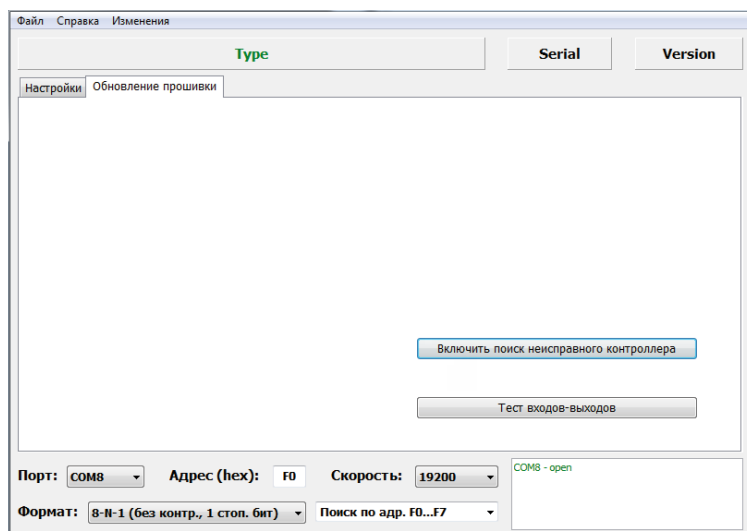

Рис.15. Поиск неисправного устройства.
- Перейдите на вкладку «Обновление прошивки» и нажмите кнопку «Включить поиск неисправного контроллера» (Рис.15). Кнопка отображается, только если к COM-порту подключено неисправное устройство или нет подключенных устройств.